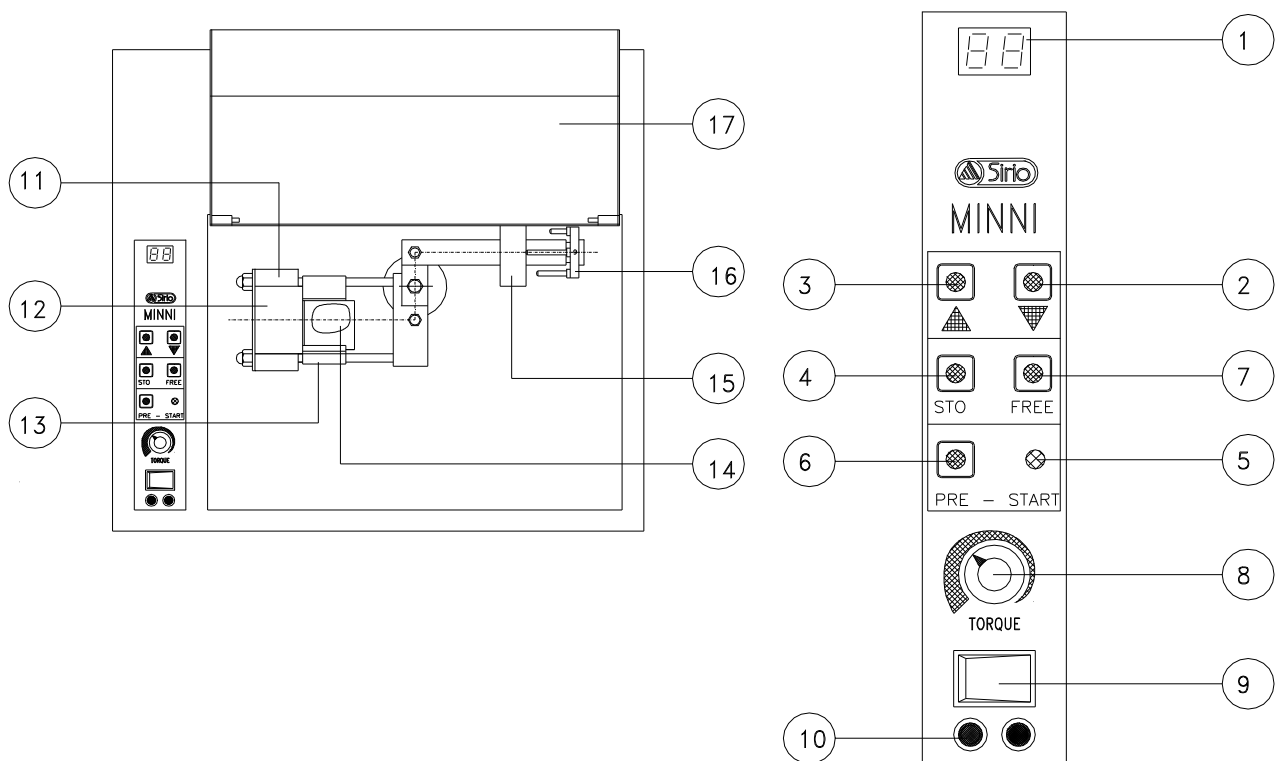

Fig. 7
3.1 Descripción de los mandos (Fig. 7)
3.2 Descripción partes del brazo (Fig. 7)